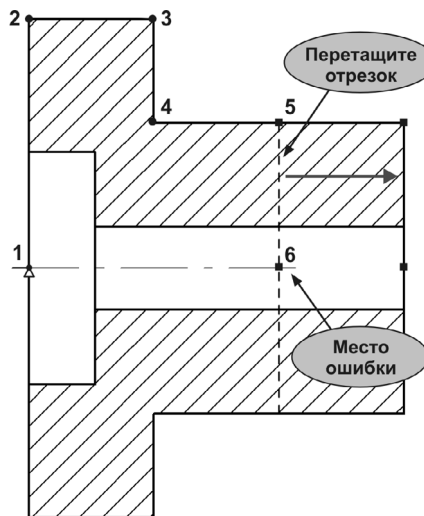

Рис. 61.20.
3. Повторите эксперимент на модели в задании (рис. 61.20).